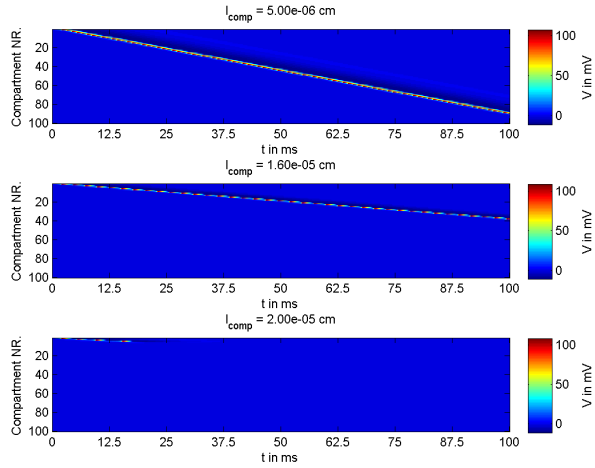

Figure 4. Veränderung des Parameters $l_{comp} = [5.0e - 6, 1.6e - 5, 2.0e - 5] cm$
- b) Je kürzer das Compartment ist, desto geringer ist sein Widerstand, da gilt: $R_a = \rho_{axon} \cdot \frac{l_{comp}}{r_{axon}^2}$. Daher kann bei einer kürzeren Compartment-Länge mehr Strom fließen und das Aktionspotential wird schneller erreicht. Somit propagiert das Aktionspotential schneller durch das Axon. Den gegenteiligen Effekt hat die Erhöhung der Axon-Länge. Ist das Axon zu lang ist der Widerstand zu groß und der Strom reicht nicht aus um die Membranspannung so weit ansteigen zu lassen, um ein Aktionspotential auszulösen. (vgl. Abb. 4)